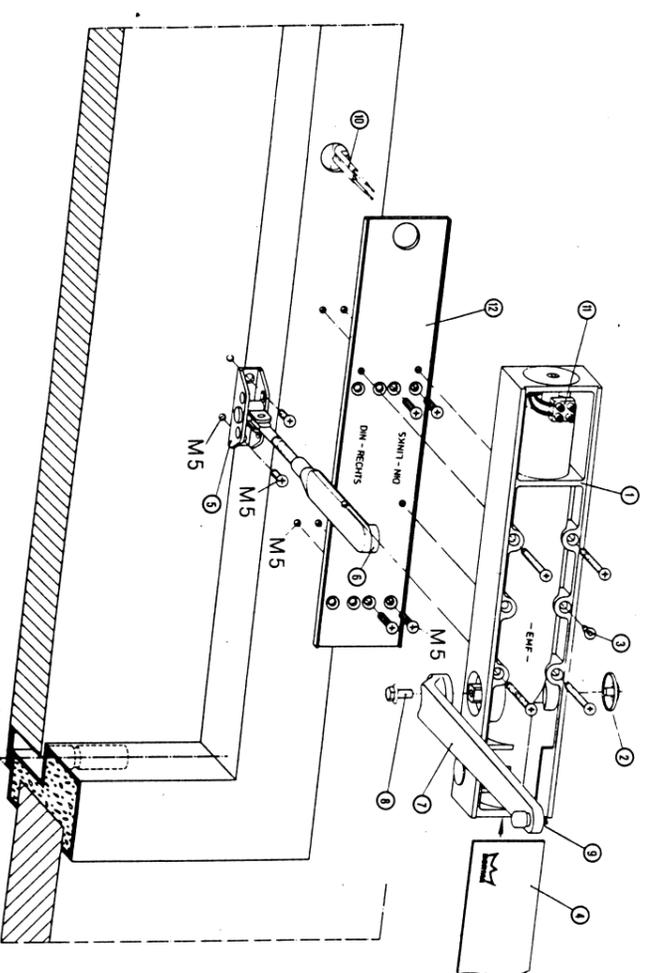

Abb. 4
- Stromzuführungskabel (1) durch 20 mm Bohrung der Schließerückwand ziehen und Schließer (2) am Türrahmen anschrauben (Senkkopfschrauben).
- Kabelenden des Stromzuführungskabels (1) in Lusterklemme (10) einführen und verschrauben.
- Hebel (3) auf Schließerachse setzen und mit Sicherungsschraube (3) fest anziehen (SW 10).
- Scharnier (4) am Türblatt befestigen und Spannmutter (5) mit Hebel (3) im Gelenk verbinden. Angaben auf der Anschlagschablone über Einstellung mit oder ohne Endschlag beachten!
- Schließer geschwindigkeit am Regulierventil (6) einstellen.
- Abdeckkappe (7) auf nicht benutztes Achsende des Schließers (2) aufschrauben. Schließer sicherung (8) einstecken und Dekor-Schieber (9) in Schwalbenschwanzführung einschieben.
- Abb. 4**